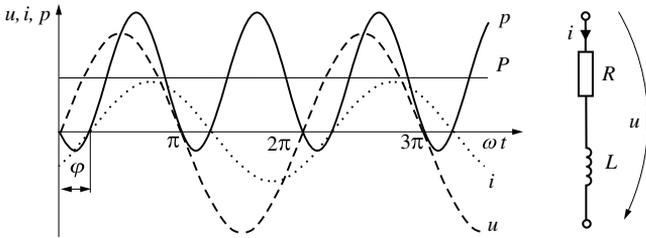

Bild 2.13 Spannungs-, Strom- und Leistungs-Verlauf bei ohmsch-induktiver Belastung
Sind Spannung und Strom phasenverschoben, so ergibt sich durch Einsetzen der Gln. 2.6 und 2.7 in Gl. 2.32 der Momentanwertleistungsverlauf (Bild 2.13) zu:
- **Beispiel:** Der Leistungsverlauf in Bild 2.13 ist typisch für einen Motor, der Wirkleistung an der Welle abgibt und zum Aufbau des Magnetfeldes Blindleistung benötigt.